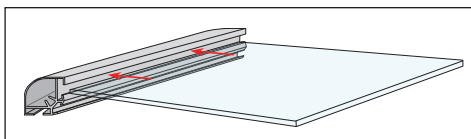

rys.8
8. Nałóż aluminiowy profil na szklany front w taki sposób, aby brzeg frontu znalazł się w zagłębieniu profilu jak na rysunku. Brzgi profilu powinny opierać się na aluminiowych kołkach podporowych. Sprawdzić czy profil jest pod właściwym kątem i dokręcić go po bokach śrubami M5 (rys. 8).